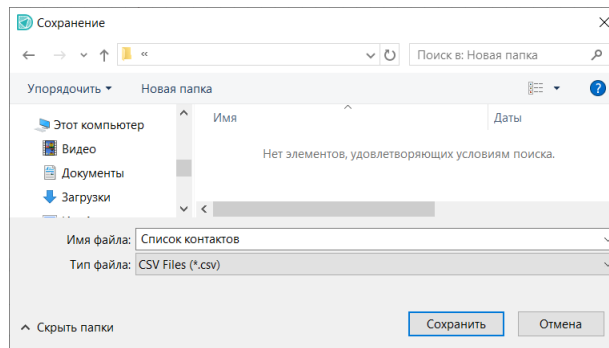

Рис. 268 Выбор места сохранения файла контактов
2. Укажите в окне проводника место сохранения, имя файла и нажмите «Сохранить», см. Рис. 268.